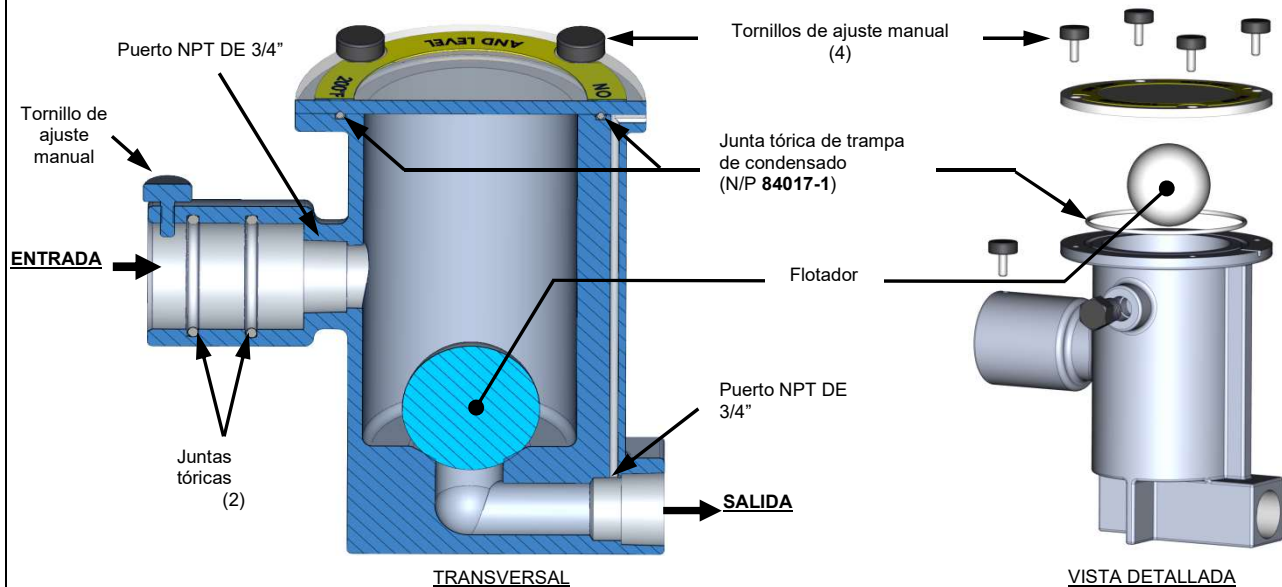

Figura 6-10a. Trampa original de condensado (N/P 24441)
1. Desconecte la trampa externa del condensado aflojando y retirando las conexiones de los extremos de entrada y salida de la trampa (ver Figura 6-10a).
2. Afloje los cuatro (4) tornillos de ajuste manual que fijan la cubierta de la trampa, retire la cubierta y la junta tórica debajo de la cubierta.